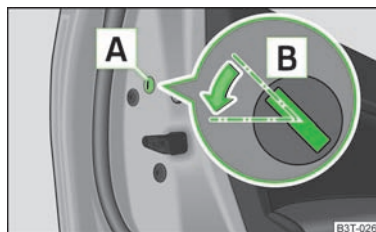

Fig. 17
- Démontez le cache **A** » fig. 17. ▶